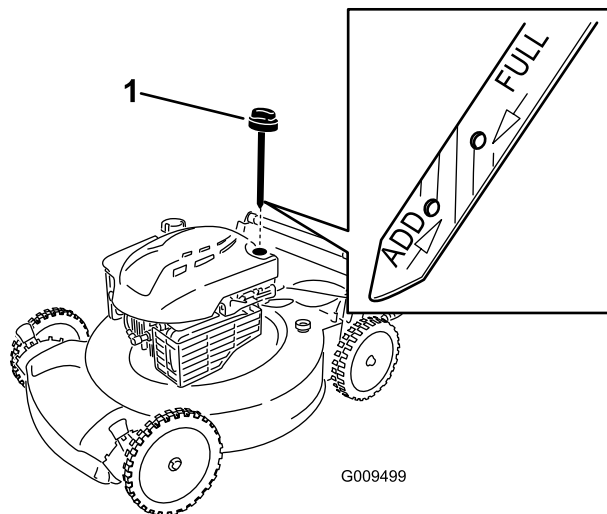

Рисунок 11
2. Выньте щуп для измерения уровня, протрите его, и затем вставьте на полную глубину (Рисунок 11).
3. Выньте щуп и проверьте уровень масла (Рисунок 11). Если уровень масла ниже отметки **Add (Долить)** на масломерном щупе, медленно заливаете масло в маслозаливной патрубком, чтобы поднять уровень масла до метки **Full (Заполнено)** на масломерном щупе. **Не допускайте переполнения картера.**